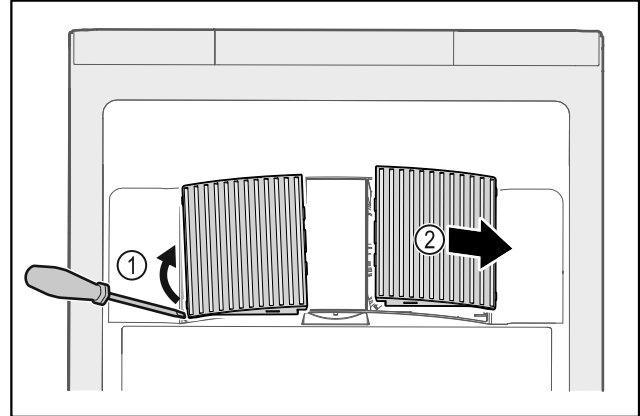

Fig. 147
- ▶ Ventilatorafdekkingen voorzichtig aan de zijkant eruit halen Fig. 147 (1) en naar de voorkant toe verwijderen Fig. 147 (2).